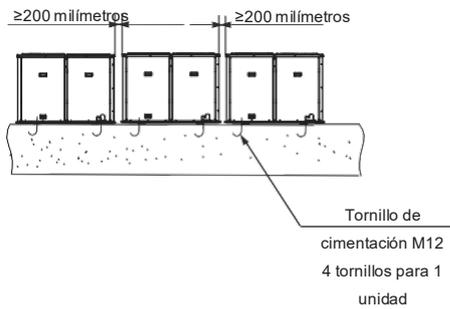

Fig.4-4
- Como se muestra en Fig.4-4, deje un intervalo de 100 mm entre las unidades exteriores.